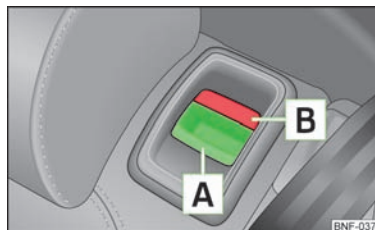

Fig. 36
- Premindo o manipulador de desbloqueio **A** » Fig. 36, desbloqueie o encosto do banco e incline-o para a frente.
- Certifique-se de que a marca vermelha **B** » Fig. 36 já não está visível.